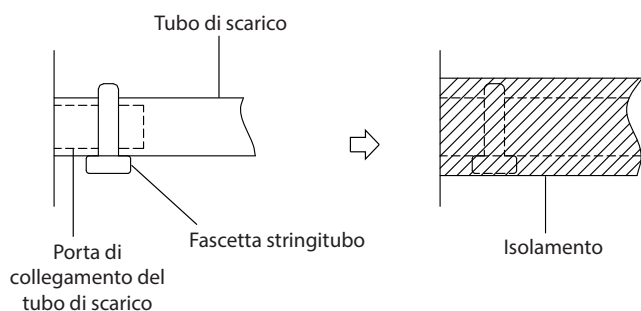

Fig. 6.1
2. Collegare l'estremità del tubo di scarico al tubo di uscita dell'unità. Avvolgere l'estremità del tubo e fissarla saldamente con una fascetta stringitubo. (Fig. 6.1)